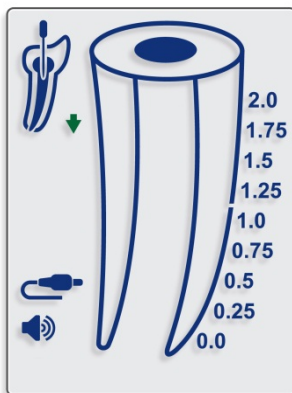
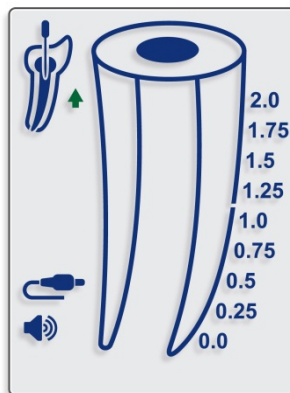

Bild 5
Bild 6
- 7.4.10. Filens rörelse inuti kanalen visas med hjälp av en nedåtpil (bild 5) och uppåtpil (bild 6) på skärmen.